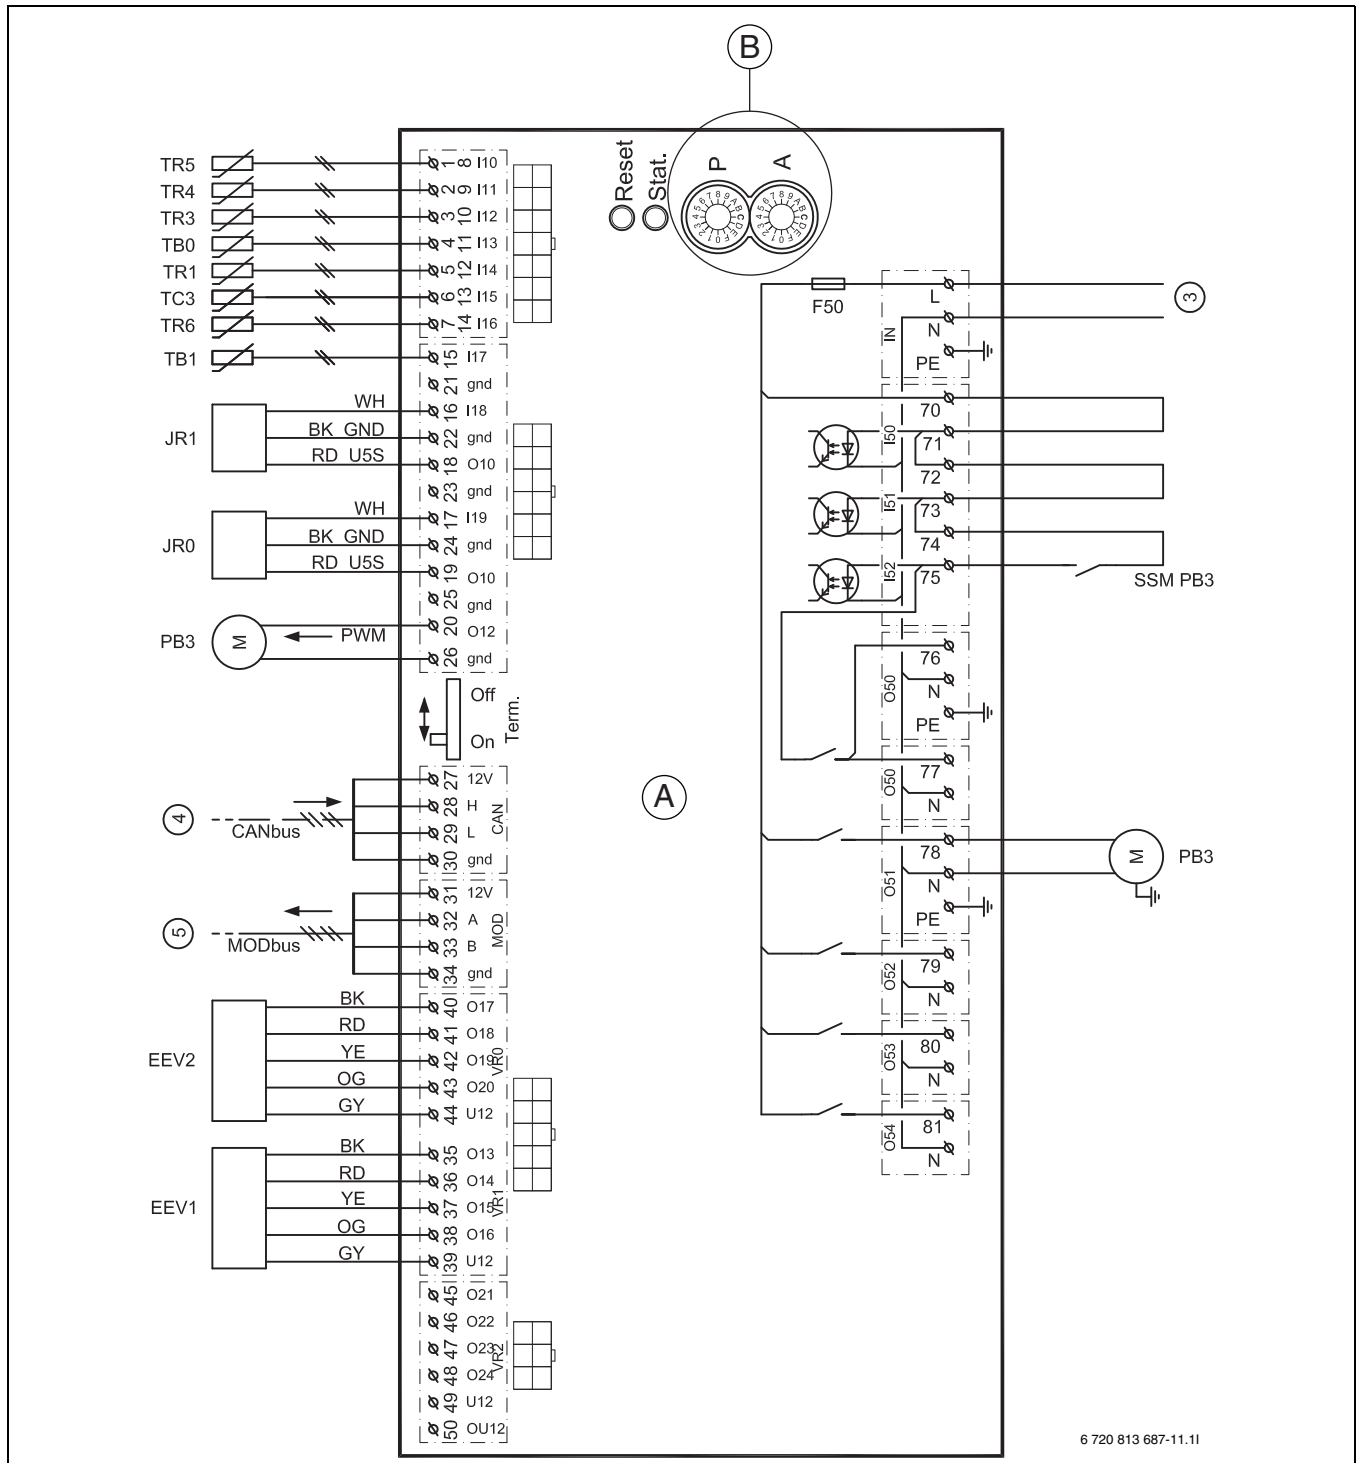

Bild 30 Elschema I/O-modul
- [3] 230V~ manöverspänning, I/O-modul ([3] Bild 30)
- [5] MODbus från I/O-modul ([5] Bild 30)
[4]	CAN-BUS till I/O-modul ([4] Bild 30)